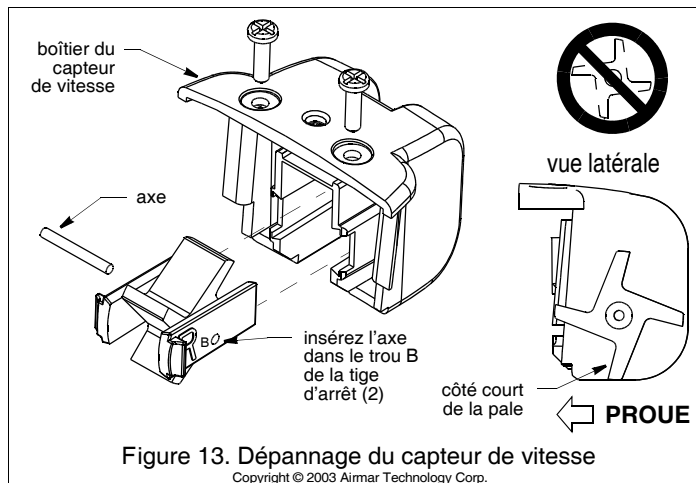

Figure 13. Dépannage du capteur de vitesse
2. La roue à aubes est insérée dans un boîtier sans fixation. Faites glisser le capteur de vitesse avec précaution vers le haut tout en maintenant la roue à aubes dans son boîtier (voir Figure 13).
Démontez la roue à aube pour la nettoyer si elle s'encrasse ou ne fonctionne plus. Ôtez les deux vis du capteur de vitesse (voir Figure 13). Faites le coulisser verticalement pour le séparer du boîtier de sonde. Saisissez les deux tiges d'arrêts et tirez pour accéder à l'axe de rotation.